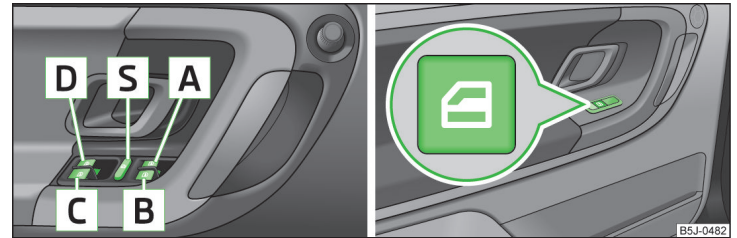

Fig. 37 Tastele din portiera șoferului/ portierele spate
- Când se transportă pe locurile din spate persoane care nu sunt complet independente, de ex. copii, vă recomandăm să scoateți din funcțiune comutatoarele din portierele din spate (comutatorul de siguranță) **S** » fig. 37 la pagina 53.
- După decuplarea contactului, geamurile mai pot fi deschise sau închise cca. 10 minute. După deschiderea portierei șoferului și a pasagerului din față, geamurile se mai pot opera numai cu tasta **A** » fig. 37 la pagina 53.
Tastele macaralelor geamurilor » fig. 37.
Prin apăsarea comutatorului de siguranță  » fig. 37, puteți scoate din funcțiune tastele acționării geamurilor din portierele din spate. Apăsând încă o dată comutatorul de siguranță , puteți restabili funcționarea tastelor acționării geamurilor din portierele din spate.
- Mențineți tasta  » fig. 37 la pagina 53 în poziție de deschidere.
- Mențineți tasta  » fig. 37 la pagina 53 în poziție de închidere.